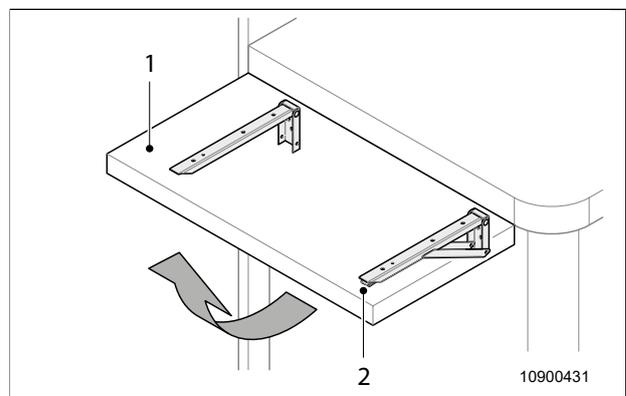

Abb. 27 Arbeitsflächenverlängerung
1. Verlängerung (Abb. 27, Pos. 1) der Arbeitsfläche hochklappen, bis diese einrastet.
1. Verriegelungshebel (Abb. 27, Pos. 2) drücken und Verlängerung der Arbeitsfläche (Abb. 27, Pos. 1) nach unten klappen, bis diese einrastet.